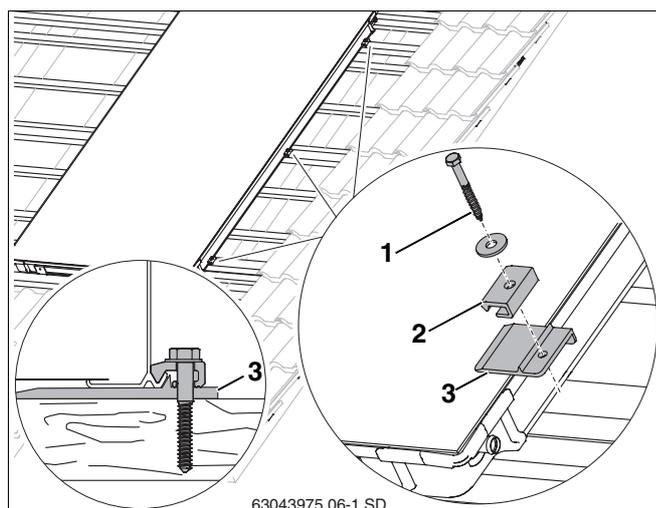

Abb. 25 Ersten Kollektor auflegen und verschrauben
- Kollektor leicht anheben und die rechten Unterlegplatten (Abb. 25, **Pos. 3**) auf der 2. und 3. zusätzlichen Latte sowie mittig des Kollektors auf einer vorhandenen Latte schieben, dass die Erhebung gegen die Kollektorkante unten stößt.
- Für die Schraube (Abb. 25, **Pos. 1**) muss mit einem 4 mm Bohrer vorgebohrt werden.
- Die einseitigen Niederhalter (Abb. 25, **Pos. 2**) mit Schraube 6×40 (Abb. 25, **Pos. 1**) und Unterlegscheibe befestigen (Schlüssel SW 10 verwenden).